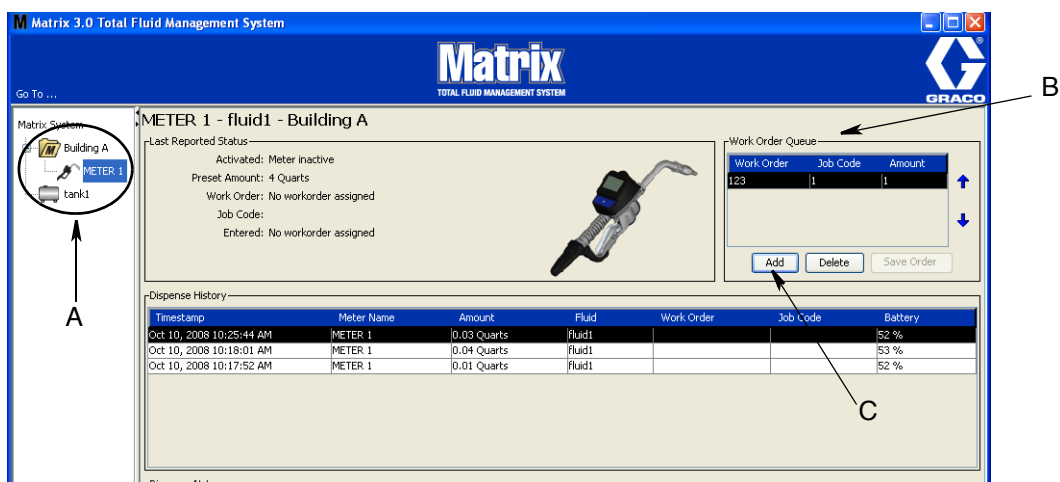

Рис. 117
1. В поле групп, определенных системным администратором, основного экрана системы Matrix (A), выберите требуемый расходомер, которому назначается рабочее задание (Рис. 117).
2. В поле «Work Order Queue» [Очередь рабочих заданий] (B) того же экрана нажмите кнопку «Add» [Добавить] (C) (Рис. 117). Отобразится список доступных рабочих заданий для этого расходомера.